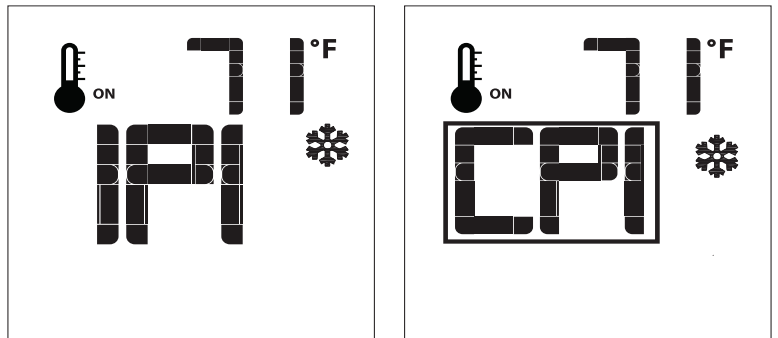

Figure 11: Mode pilote CPI.
Le Proflame 2 GTMF a six (6) niveaux de flamme. Avec le système allumé et le niveau de flamme au maximum dans l'appareil, appuyez une fois sur la touche fléchée vers le bas pour réduire la hauteur de la flamme d'un cran jusqu'à ce que la flamme s'éteigne. La touche fléchée vers le haut augmentera la hauteur de la flamme chaque fois qu'elle est enfoncée. Si la touche fléchée vers le haut est enfoncée alors que le système est allumé mais que la flamme est éteinte, la flamme s'allumera en position haute (voir la figure 11). Un seul "bip" confirmera la réception de la commande.